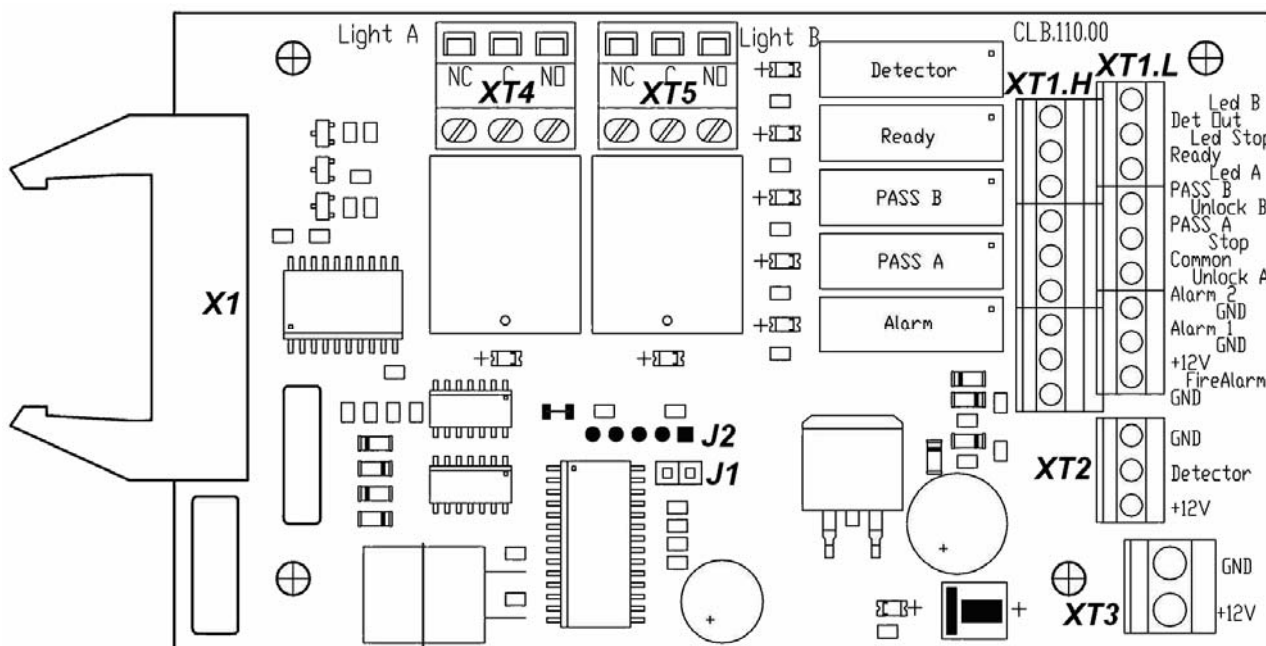

Рисунок 3. Внешний вид платы CLB
5.2.4 ПДУ выполнен в виде небольшого настольного прибора в корпусе из ударопрочного АБС пластика и предназначен для задания индикации режимов работы при ручном управлении турникетом. ПДУ подключается к плате CLB гибким многожильным кабелем (13) через клеммную колодку XT1.L (см. рисунок 3). На лицевой панели корпуса ПДУ расположены три кнопки для задания режимов работы турникета. Над кнопками расположены индикаторы. Средняя кнопка (далее по тексту – кнопка **STOP**) предназначена для переключения турникета в режим «Запрет прохода».
5.2.5 На плате CLB (см. рисунок 3) расположены:
5.4.3 Реле *PASS A* (контакты *PASS A* и *Common*), *PASS B* (контакты *PASS B* и *Common*), *Ready* (контакты *Ready* и *Common*), *Detector* (контакты *Det Out* и *Common*) и *Alarm* (контакты *Alarm 1* и *Alarm 2*) имеют нормально-разомкнутые контакты. При этом общий для этих реле контакт *Common* не соединен с минусом источника питания турникета. В исходном (неактивном) состоянии при включенном питании контакты реле *PASS A*, *PASS B*, *Ready* и *Detector* замкнуты (на обмотку реле подано напряжение), а контакты реле *Alarm* разомкнуты (напряжение на обмотку реле не подано). Факт срабатывания / отпущения реле *PASS A*, *PASS B*, *Ready*, *Detector* и *Alarm* можно определить по загоранию / гашению красных индикаторов, которые установлены вблизи указанных реле (см. рисунок 3).